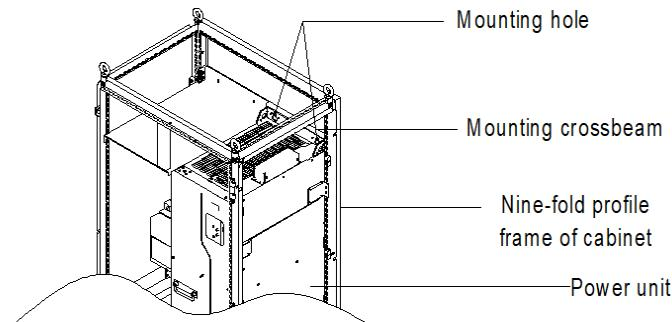

Рис. 4-10 3D вид шкафа для моделей GD270 280–500 кВт 46
- ❖ Для монтажа в шкафу см. схему расположения шкафа на рис. 4-10. Размеры рамы шкафа составляют 2200*800*600 (единица измерения: мм, включая верхнюю крышку вентиляции шкафа H200). Чтобы закрепить крепление в шкафу, необходимо установить основание шкафа H100.44 Воздушная перегородка должна быть установлена в верхней части шкафа, чтобы предотвратить циркуляцию горячего воздуха на выходе ПЧ GD270 внутри шкафа. Уплотнительная губка 40X40 должна использоваться в положении, соответствующем воздушной перегородке на панели передней дверцы, что предотвращает короткое замыкание воздуховода. Кроме того, в нижней части дверцы шкафа должны быть выполнены отверстия для впуска воздуха.
- (2) Когда вам нужно смонтировать GD270 280–500 кВт в шкаф с девятикратным профилем глубиной 600 мм необходимо согнуть монтажную перекладину внутрь (показано на рис. 4-10), чтобы использовать пространство стойки, которое не является необходимым для установки в стандартный шкаф или шкаф глубиной 800 мм. 46